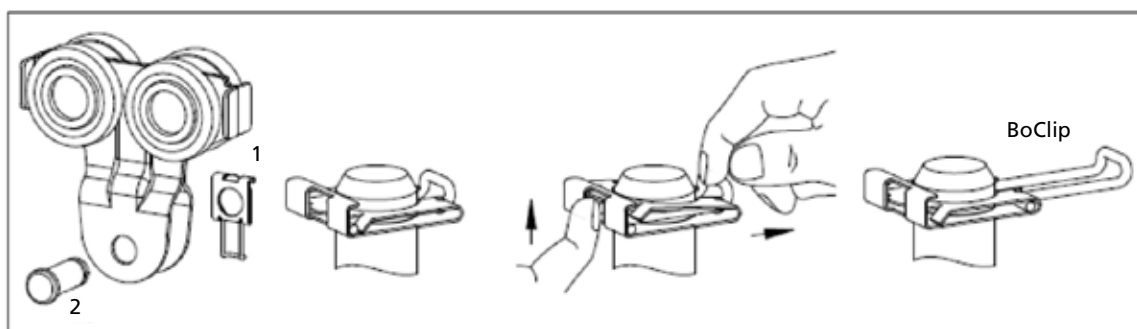

fig.60
2. Quite los topes 1 (siguiendo las instrucciones de la fig. 60) y extraiga los pernos de suspensión 2.